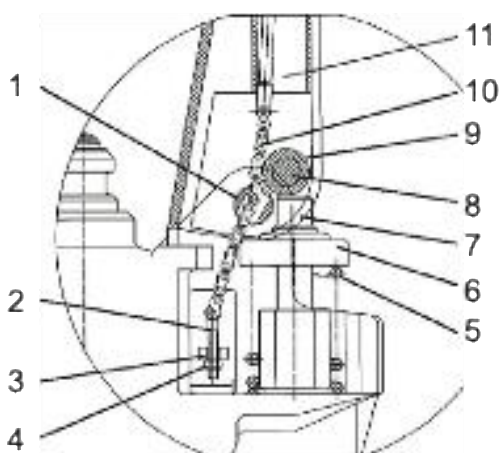

Abb. 7 Seitenansicht
- b) Stellen Sie den Steuerhebel des Griffs in die Position „ABSENKEN“ und führen Sie die Einstellmutter und die Einstellschraube mit der Hand durch das Loch der Achse (Abb. 7).